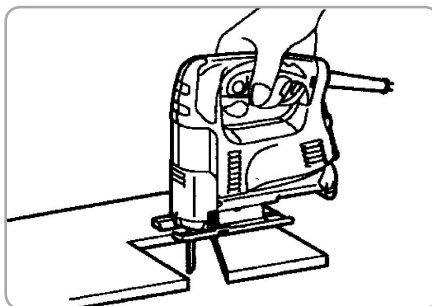

Fig.10
- Pentru a finisa muchiile sau a face ajustări ale dimensiunilor, plimbați ușor lama de-a lungul muchiilor. Fig. 10